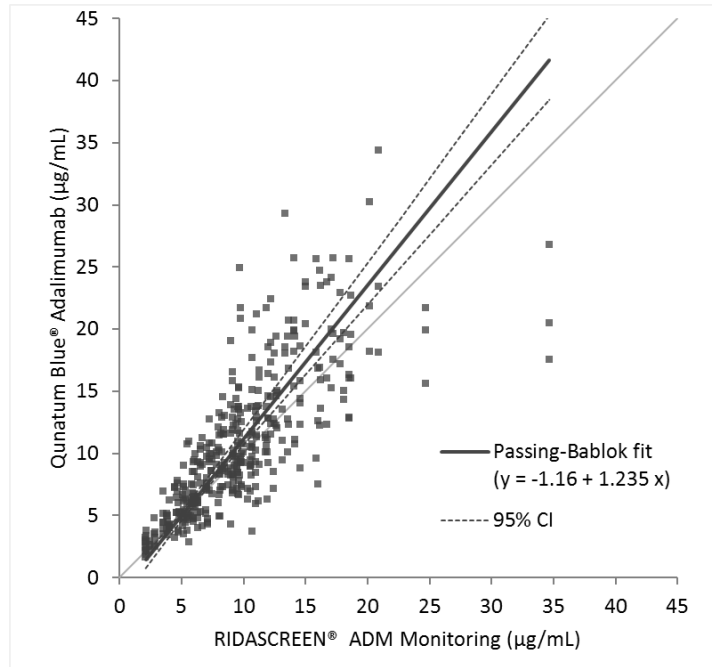

Abbildung 2
Die Methodenvergleichsstudie wurde gemäss der CLSI-Richtlinie EP09-A3 durchgeführt. Einhundertdreissig (130) klinische und künstlich hergestellte (3,1% der Gesamtzahl) Proben wurden in Triplikaten mit dem Quantum Blue® Adalimumab Test (ergab 390 Werte) und einem kommerziellen Adalimumab ELISA Test gemessen (Ref. 7). Die Messungen wurden über einen Zeitraum von vier Tagen mit zwei Quantum Blue® Adalimumab-Testkassettenlots durchgeführt. Die Ergebnisse sind in Abbildung 2 zusammengefasst.